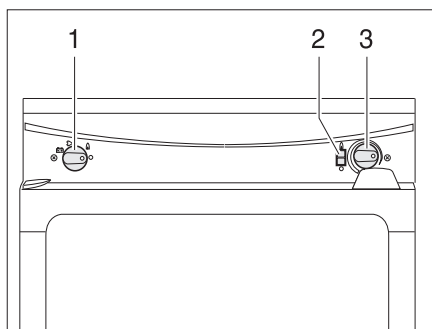

Fig. 131 Elementi di comando per il frigorifero (Thetford senza SES)
- Posizionare il selettore di energia (Fig. 131,1) su gas "▲".
- Premere il pomello girevole (Fig. 131,3) e mantenerlo premuto. L'alimentazione del gas è ora aperta. L'accensione avviene automaticamente. È udibile un ticchettio fino a quando procedura di accensione non è stata portata a termine.
- Mantenere premuto il pomello girevole (Fig. 131,3) finché l'indicatore di fiamma (Fig. 131,2) non diventa verde e poi rilasciarlo. Quando la fiamma si spegne, l'apparecchio di accensione ripete automaticamente il procedimento di accensione.
- Posizionare il selettore di energia (Fig. 131,1) su "○". Il frigorifero è spento.
- Posizionare il selettore di energia (Fig. 131,1) su funzionamento elettrico a 230 V "⚡".
- Impostare la temperatura di refrigerazione con il pomello girevole (Fig. 131,3).
- Posizionare il selettore di energia (Fig. 131,1) su funzionamento a 12 V "🔋".